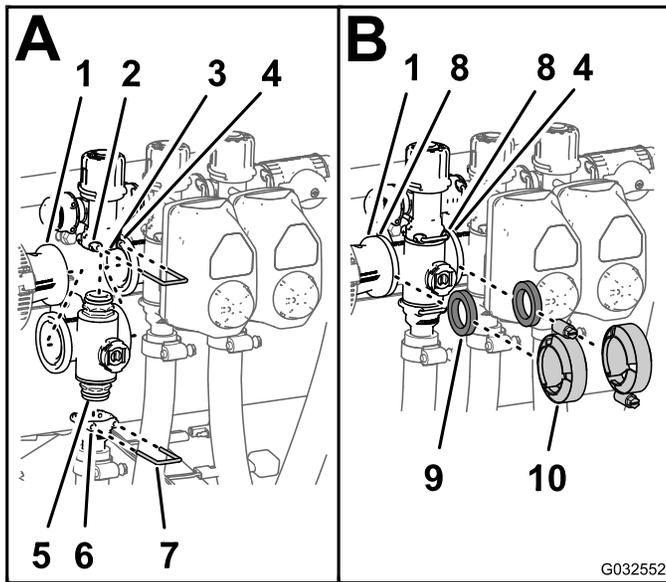

Figura 116
1. Inserte el conector de extremo superior de la válvula multivía en el acoplamiento de desvío (**Figura 116, A**).
2. Sujete el conector de extremo al acoplamiento de desvío insertando una horquilla de retención en el acoplamiento de desvío (Figura 116, A).
3. Monte el conector de salida en el conector de extremo inferior del distribuidor (Figura 116, A).
4. Sujete el conector de extremo al conector de salida insertando una horquilla de retención en el conector de salida (Figura 116, A)
5. Alinee una junta entre las bridas del racor reductor y el distribuidor de la válvula de sección (Figura 116, B).
6. Monte el racor reductor, la junta y el distribuidor de la válvula de sección con una abrazadera apretada a mano (Figura 116, B).
7. Para instalar las dos válvulas de sección de la izquierda, alinee una junta entre las bridas de los distribuidores de las 2 válvulas de sección adyacentes (Figura 116, B).
8. Monte los distribuidores de las 2 válvulas de sección adyacentes y la junta con una abrazadera y apriete la abrazadera a mano (Figura 116, B).